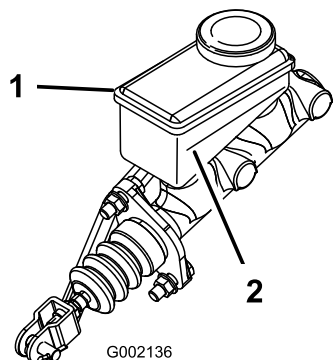

Figura 58
3. Mire el contorno del nivel de aceite en el lateral del depósito (Figura 58).
- B. Añada líquido de frenos DOT 3 al depósito hasta que el nivel esté por encima de la línea de mínimo (Figura 58).